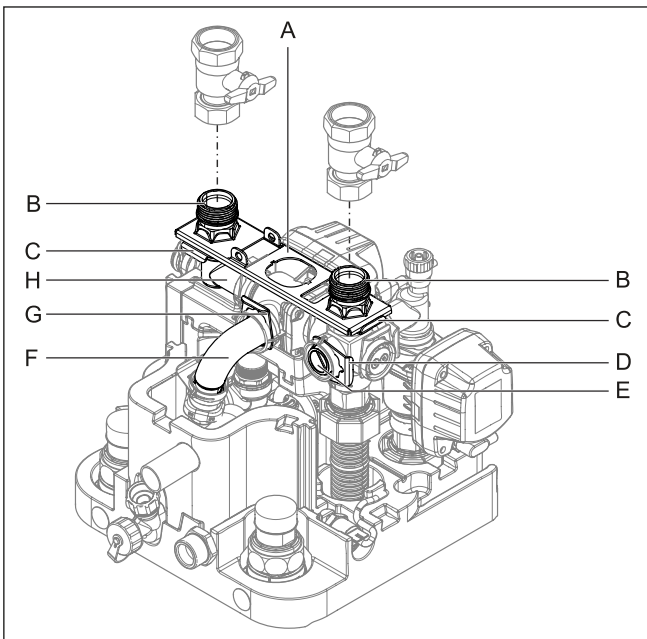
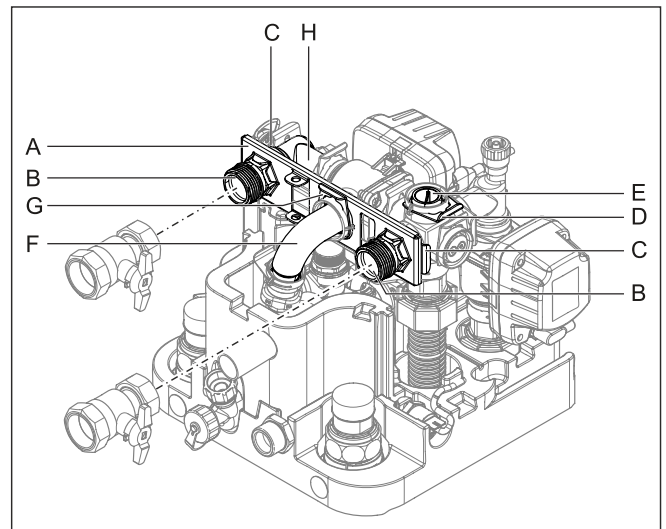

Bild 14-17 Anschlüsse Heizungs- vor- und -rücklauf nach oben ausgerichtet
Bild 14-19 Anschlüsse Heizungs- vor- und -rücklauf nach hinten ausgerichtet
- 2 Beide Steckbügel der Anschlusskupplungen (Bild 14-17, Pos. C) abziehen.
- 3 Beide Anschlusskupplungen (Bild 14-17, Pos. B) abziehen.
- 4 Halblech (Bild 14-17, Pos. A) abnehmen.
- 5 Steckbügel des Verschlussstopfens (Bild 14-17, Pos. D) abziehen.
- 6 Verschlussstopfen (Bild 14-17, Pos. E) herausziehen.
- 7 Winkelstück (Bild 14-17, Pos. H) um 90° nach hinten drehen.
- 8 Steckbügel des Krümmers (Bild 14-17, Pos. G) abziehen.
- 9 Krümmer (Bild 14-17, Pos. F) vorsichtig so weit nach hinten aus seiner horizontalen Aufnahme ziehen, dass das Halblech (Bild 14-19, Pos. A) senkrecht dazwischengeschoben werden kann.
- 10 Halblech zwischen den Krümmer und seine horizontale Aufnahme schieben und Krümmer (Bild 14-19, Pos. F) durch das mittlere Loch des Halblechs wieder in seine Aufnahme stecken.
- 11 Krümmer mit Steckbügel (Bild 14-19, Pos. G) wieder in seiner Aufnahme sichern.
- 12 Beide Anschlusskupplungen (Bild 14-19, Pos. B) durch das Halblech in die seitlichen Aufnahmen stecken.
- 13 Beide Anschlusskupplungen mit Steckbügeln (Bild 14-19, Pos. C) in ihren Aufnahmen sichern.
- 14 Verschlussstopfen (Bild 14-19, Pos. E) in die obere Aufnahme stecken.
- 15 Verschlussstopfen mit Steckbügel (Bild 14-19, Pos. D) sichern.